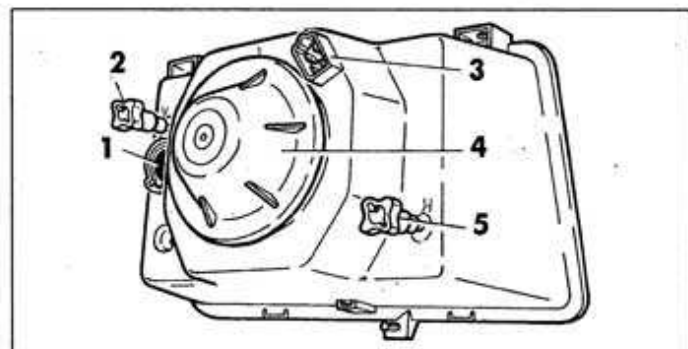

Рис. 7.34. Корпус фары:
Фары имеют корректор наклона светового пучка в зависимости от нагрузки. При полной нагрузке ручка 1 (рис. 7.34) корректора должна быть повернута по часовой стрелке до упора, а при ненагруженном автомобиле – про-
- повернуть ручку 1 (см. рис. 7.34) против часовой стрелки до упора (если ручка не находится в этом положении);